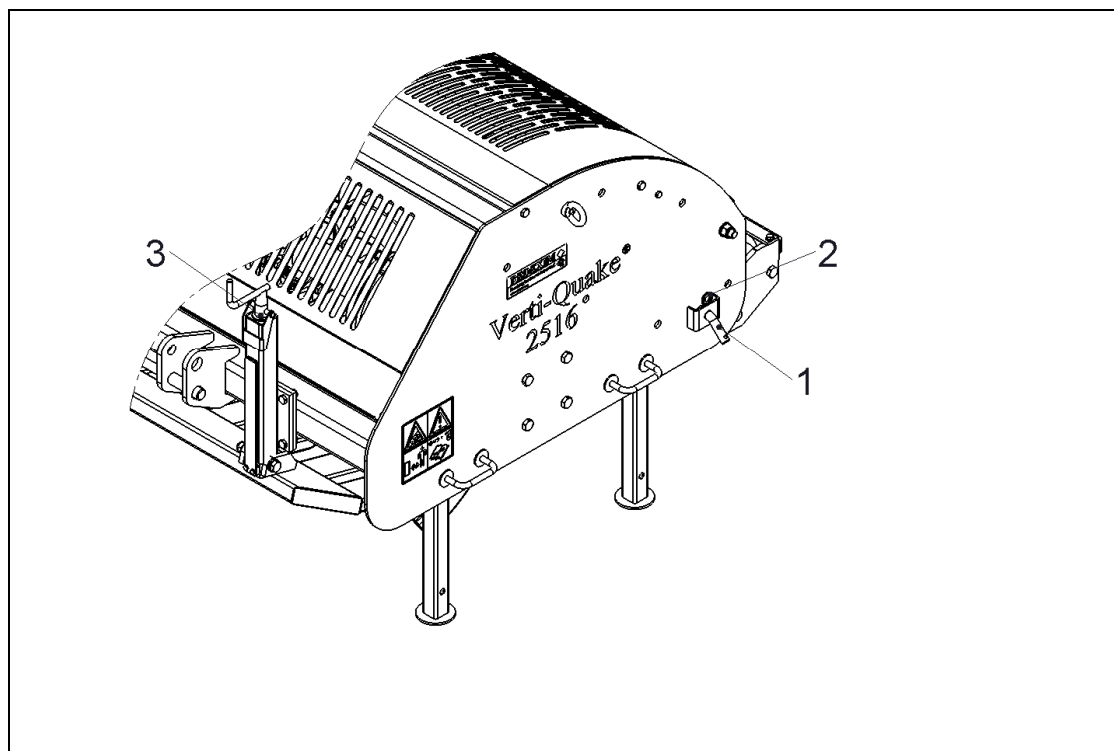

Fig. 10
6.0 JUSTERING AV ARBETSDJUP (Fig. 10)